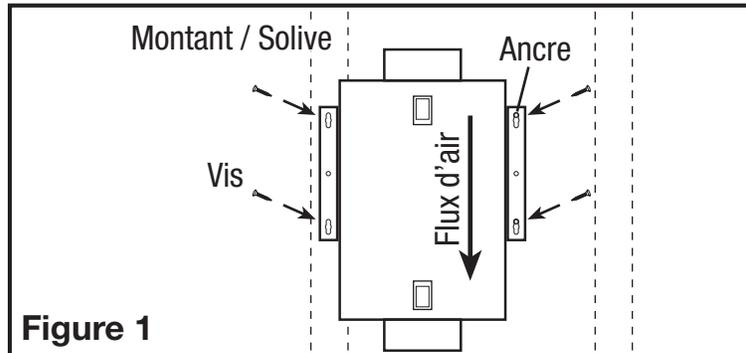

Figure 1
- Montage en surface:** Localisez au moins un goujon ou une solive. Placez le ventilateur en position de sorte que le support de montage soit centré sur le goujon ou la solive et marquez l'emplacement des quatre (4) trous. Retirez le ventilateur et installez des ancrages muraux / de plafond correctement dimensionnés pour les trous qui ne vont pas directement dans une solive ou le goujon. Positionnez le ventilateur en place et fixez-le avec des vis (non inclus) (Figure 1).